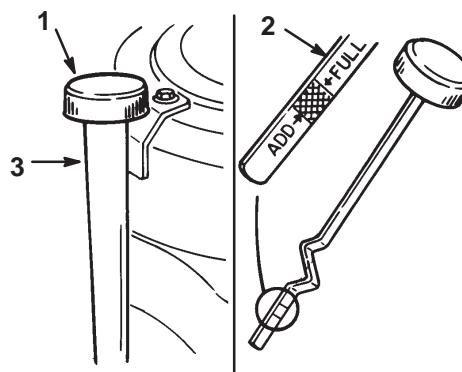

Bild 14
3. Reinigen Sie den Bereich um den Ölpeilstab herum (Bild 14), damit kein Schmutz in den Einfüllstutzen gelangen und so den Motor beschädigen kann.
4. Schrauben Sie den Ölpeilstab los und wischen das Metallende ab (Bild 14).
5. Schrauben Sie den Ölpeilstab vollständig in das Einfüllrohr (Bild 14). Schrauben Sie den Peilstab wieder los und kontrollieren das Metallende. Gießen Sie, wenn der Ölstand zu niedrig ist, nur so viel Öl langsam in das Einfüllrohr, dass der Ölstand die Voll-Markierung am Peilstab erreicht.
- Gießen Sie ca. 80% der angegebenen Ölmenge langsam in das Einfüllrohr (Bild 14). Kontrollieren Sie den Ölstand. Siehe „Prüfen des Ölstands“, Seite 20, Schritte 4–5.